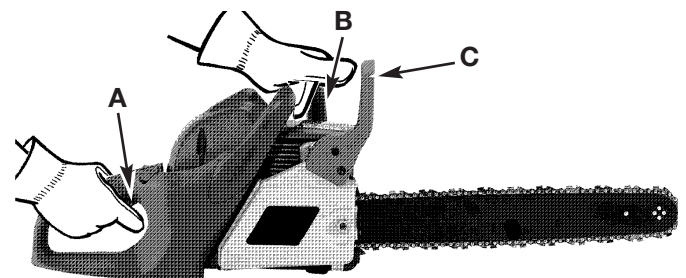

Fig. 33
3. Agarre el mango trasero (A) con la mano derecha (Fig. 33).
4. Con la mano izquierda, sostenga firmemente el mango delantero (B) (no la manija del Chain Brake® [C]) (Fig. 33).
5. Apriete el gatillo de aceleración hasta 1/3 de aceleración, inmediatamente después active la manija del Chain Brake® (C) (Fig. 33).